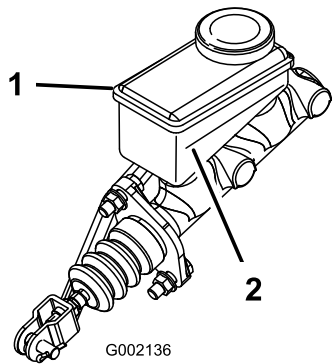

Figura 51
3. Mire el nivel de aceite en el lateral del depósito (Figura 51).
- B. Añada líquido de frenos DOT 3 al depósito hasta que el nivel esté por encima de la línea Mínimo (Figura 51).